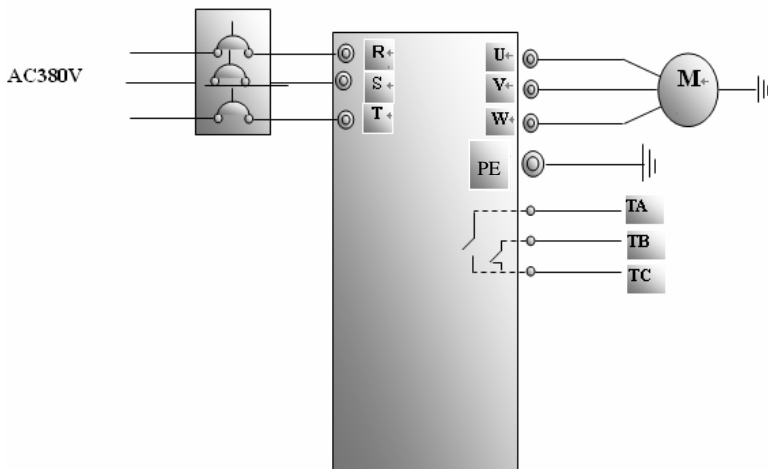

图 4-1 接线图 1
(1) 按图 4-1 配线，检查接线正确后，合上空气开关，变频器上电；
- (1) 按图 4-1 配线, 检查接线正确后, 合上空气开关, 变频器上电;
- (2) 按方式键, 进入编程菜单。
- (3) 进行电机参数测量; 操作步骤与例 1 完全相同。
- (4) 设置变频器的功能参数:
- ① 进入 F132 参数, 设置为 1, 选择键盘点动
- ② 进入 F106 参数, 设置为 0, 控制方式选择无速度传感器矢量控制;
- ③ 进入 F200 参数, 设置为 0, 选择操作键盘运行命令控制方式;
- ④ 进入 F124 参数, 设置点动运行频率为 5.00Hz;
- ⑤ 进入 F125 参数, 设置点动加速时间为 30s;
- ⑥ 进入 F126 参数, 设置点动减速时间为 30s;
- ⑦ 进入 F202 参数, 设置为 0, 选择正转锁定。